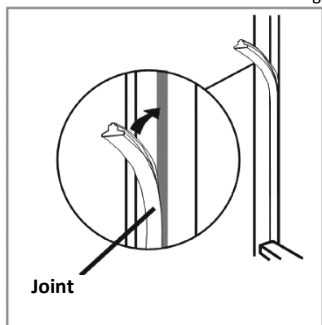

Fig.12
- Bouchez la fissure, côté sans charnière, en utilisant la bande de garniture fournie, voir Fig. 12.